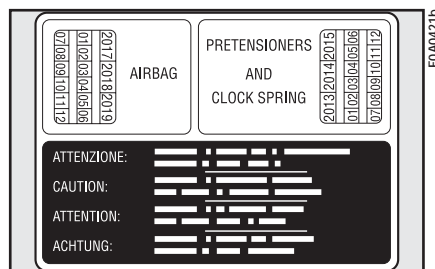

рис. 9
**Устройства натяжения ремней безопасности используется только один раз. После их срабатывания следует обратиться для замены устройств в сеть сервисного обслуживания FIAT. Срок службы устройств указан на табличке (рис. 9), находящейся в вещевом ящике. При приближении указанного срока устройства подлежат замене в сети сервисного обслуживания FIAT.**